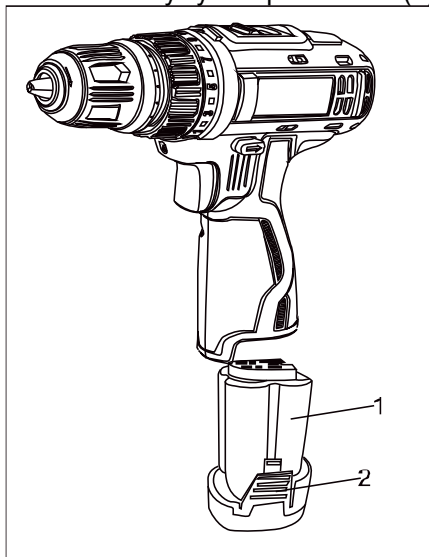

Рис.1
Вставьте акумуляторный блок (1) до фиксации (Рис.1).